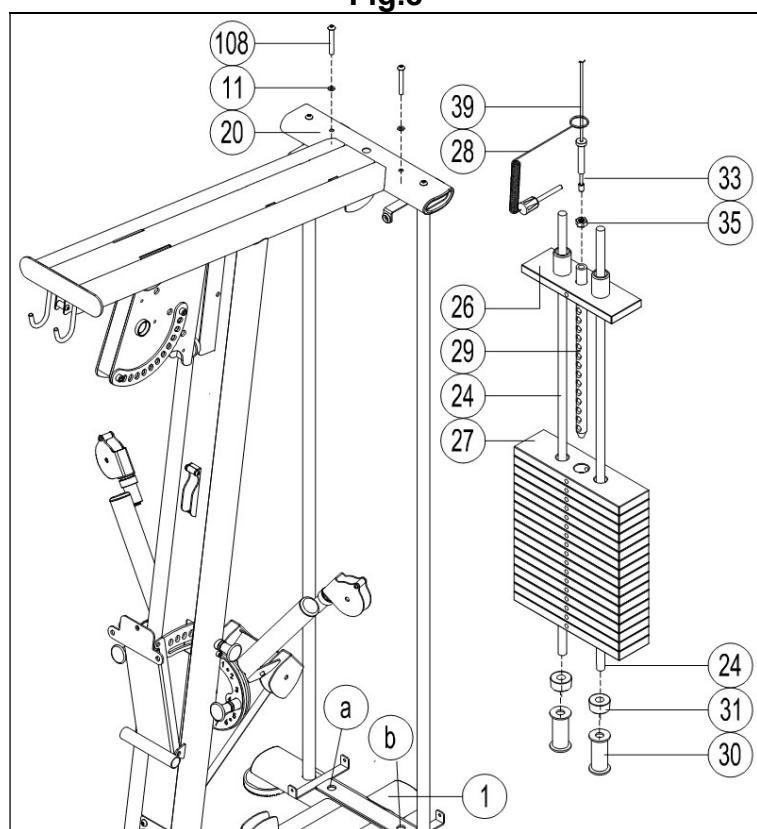

Fig.9
9.- Coloque el asiento (64) en el soporte (60) y atornille con los tornillos (114), Fig.9.
Inserte el soporte (60) en el casquillo (68), saque el pomo (69), ajuste la posición del asiento (64) a la altura deseada y suelte el pomo (69) para fijar la posición, Fig.9.